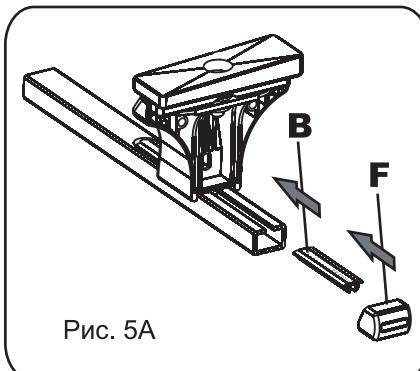

Рис. 5А
5. Теперь вставьте оставшуюся часть линейки (B) в паз поперечины багажника с внешней стороны опоры. А затем поставьте заглушку (F). См рис. 5А, 5В